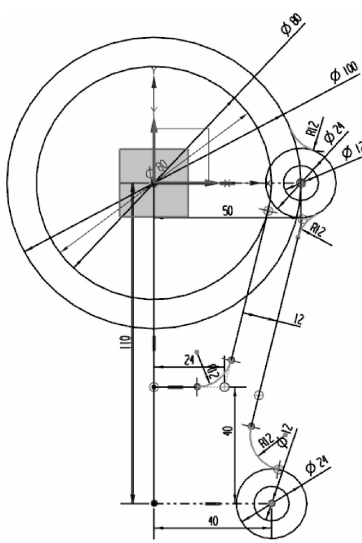

图 2-46 倒圆角 R12
(8) 倒圆角 R12。在“草图”工具条中单击  图标, 将倒圆角均设置为 R12, 如图 2-46 所示。